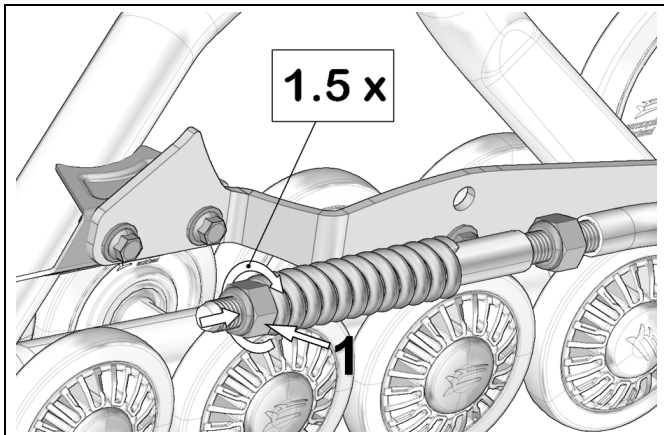

Figure 10
- Tourner l'écrou (1) jusqu'à ce qu'il soit en contact avec le ressort. Comprimer ensuite le ressort en tournant cet écrou de 1,5 tour. Voir la Figure 10.